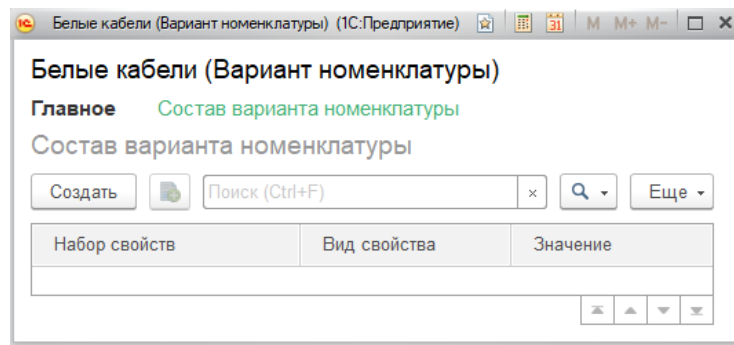

Рис. 9.5 Форма списка регистра «Состав варианта номенклатуры»
7. После этого откроется форма списка регистра Значения свойств номенклатуры, которая также генерируется по умолчанию (рис. 9.5).